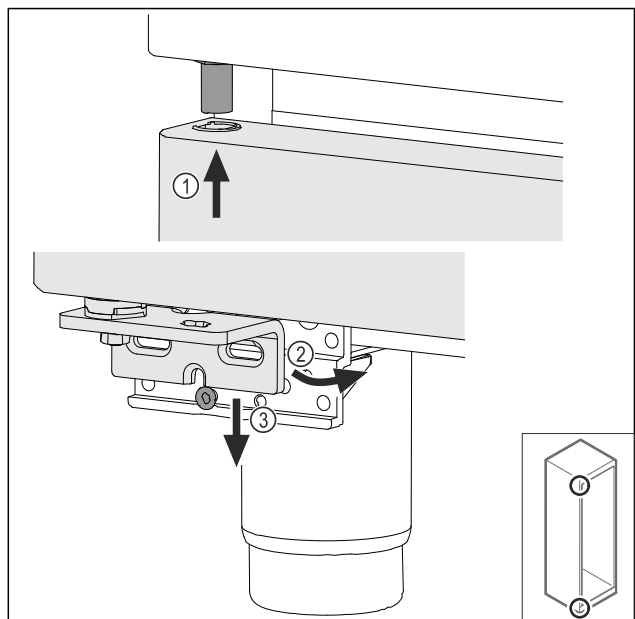

Fig. 47
- Deur iets gekanteld aan de bovenzijde terugplaatsen Fig. 47 (1), deur recht uitlijnen Fig. 47 (2) en aan de onderzijde op de lagerbokschroef Fig. 47 (3) plaatsen.